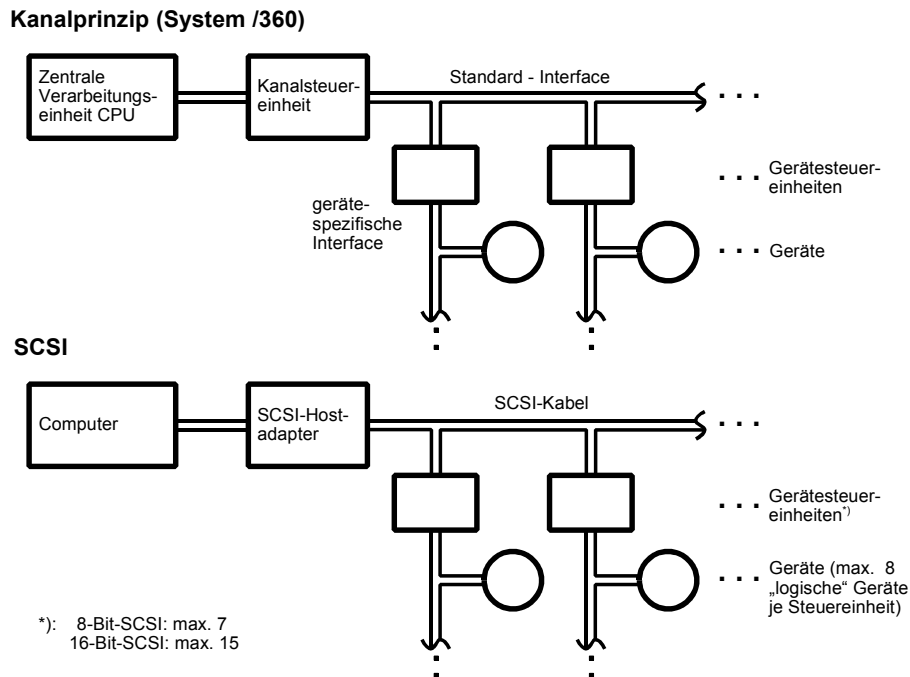

Abbildung 5.1 E-A-Anschlüsse über standardisierte universelle Hochleistungs-Interfaces
Der eigentliche Rechner (die Zentraleinheit bzw. Central Processing Unit CPU) enthält wenigstens eine *Kanalsteuereinheit*, meist kurz als Kanal (Channel) bezeichnet. Die eigentlichen peripheren Geräte (wie Magnetplatten, Magnetbandeinheiten, Drucker usw.) sind an *Gerätesteuereinheiten* angeschlossen. Zwischen Kanal und Gerätesteuereinheiten ist ein reguläres Interface in Form eines Bussystems vorgesehen, das elektrisch für größere Kabellängen ausgelegt ist (10...über 100 m). Besonders erfolgreich war das Kanal-Interface des Systems /360 von IBM. Es diente u. a. auch als Vorbild der SCSI-Entwicklung (Abbildung 5.1).
Interfaces gemäß Abbildung 5.1 sind im wesentlichen Bussysteme, die byteparallel organisiert sind (über einen Satz Busleitungen wird jeweils wenigstens ein Byte übertragen). Zusätzliche Signalleitungen bestimmen die Richtung und die Art der Informationsübertragung sowie die zeitlichen Abläufe (Anforderung, Verbindungsaufbau, Handshaking). Über das Bussystem werden (1) Anforderungen gestellt, (2) Einrichtungen ausgewählt, (3) Kommandos zur jeweils ausgewählten Einrichtung geschickt, (4) Daten übertragen und (5) Zustandsangaben von der jeweiligen Einrichtung abgeholt. Ein Byte auf den Datenleitungen des Bussystems kann eine Auswahlangabe (z. B. eine Geräteadresse), ein Kommando (Lesen, Schreiben usw.), ein „eigentliches“ Datenbyte oder eine Zustandsangabe (Statusbyte) darstellen. Steuerleitungen bestimmen die jeweilige Bedeutung. Der Informationsaustausch wird über besondere Signalfolgen (Bus-Phasen) gesteuert; im Gegensatz zu den Motherboard-Bussystemen gibt es keinen „richtigen“ Bus-Takt.